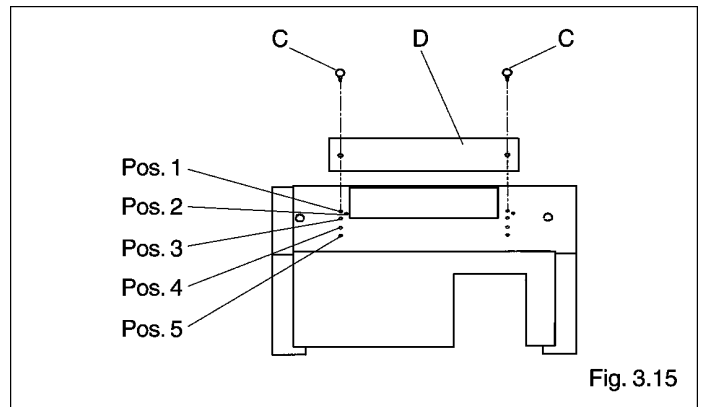

Fig. 3.15
На заводе заслонка котла устанавливается в положение «1» (рис. 3.15).
- Отвинтите 2 винта (C) и установите заслонку (D) в нужное положение (смотри таблицы на странице 15), после чего зафиксируйте ее с помощью винтов, которые были сняты перед этим (рис. 3.15).